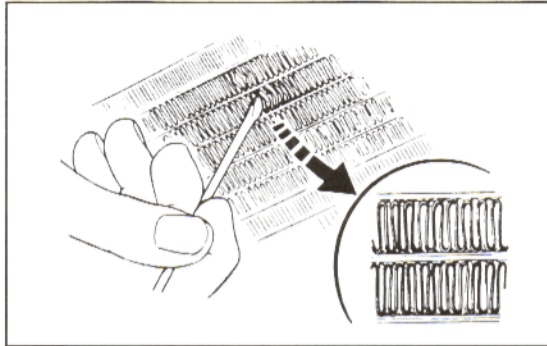

Bild 43
- Verbogene Lamellen und eingedrückte Ölrohre mit kleinem Schraubendreher geraderichten. Siehe Bild 43.
- Verbogene Lamellen und eingedrückte Wasserrohre geraderichten, siehe Bild 43.